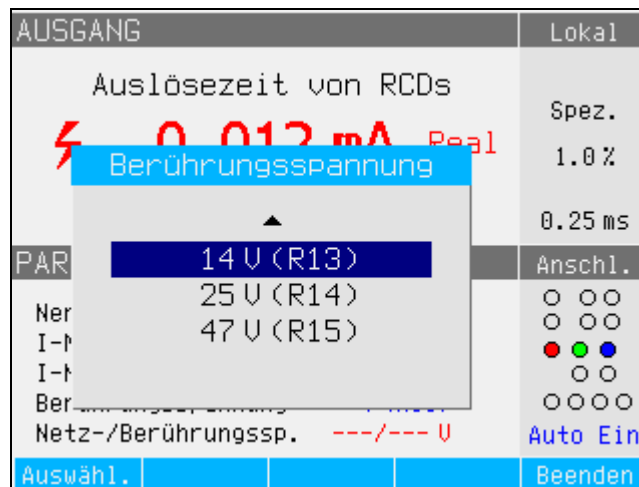

Abbildung 16. Berührungsspannung
Berührungsspannung ist die Spannungsdifferenz zwischen N- und PE-Potenzial. DUTs können diese Spannung in der Regel messen und als Messwert anzeigen oder das Überschreiten des sicheren Spannungspegels (typisch 25 V bis 50 V) mit einer Anzeige dieses Ereignisses erkennen. Die vom Produkt erzeugte Berührungsspannung hängt vom gewählten Reihenwiderstand und dem eingestellten Nennauslösestrom ab. Sie wird gescannt und in diesem Feld angezeigt. Siehe Abbildung 16.
3. Drücken Sie **Beenden**, um zur Hauptseite der RCD-Kalibrierung zurückzukehren. Siehe Abbildung 16.